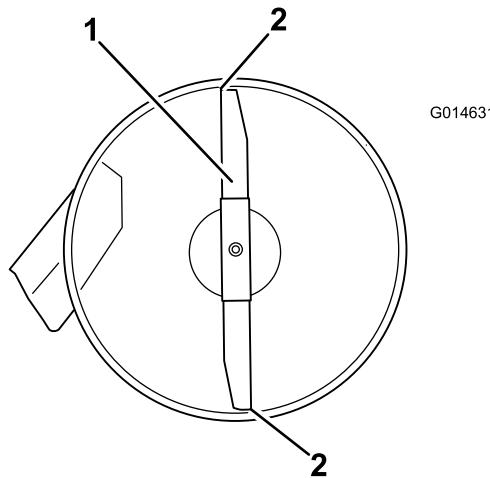
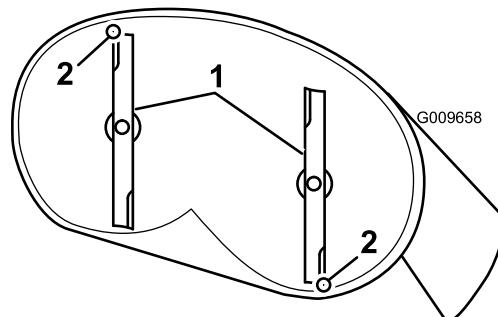
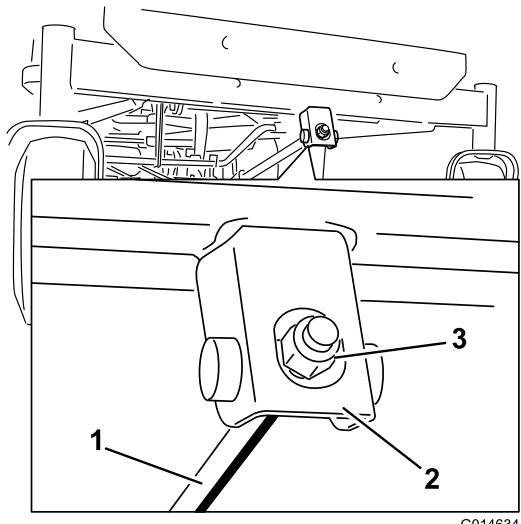

Figure 58
Figure 59
Figure 60
4. Faites pivoter les lames avec précaution pour faire passer les pointes avant à l'arrière (Figure 58 et Figure 59).
5. Mesurez la distance entre la pointe de la lame avant et la pointe de la lame arrière par rapport à la surface plane (Figure 58 et Figure 59).
- Pour régler l'inclinaison avant/arrière des lames, tournez l'écrou de réglage à l'avant du tablier de coupe (Figure 60).
- Une fois le réglage effectué, vérifiez à nouveau l'inclinaison avant/arrière de la lame; continuez d'ajuster l'écrou jusqu'à ce que la pointe avant de la lame soit de 1,6 à 8 mm (1/16 à 5/16 po) plus bas que la pointe arrière (Figure 59 et Figure 60).